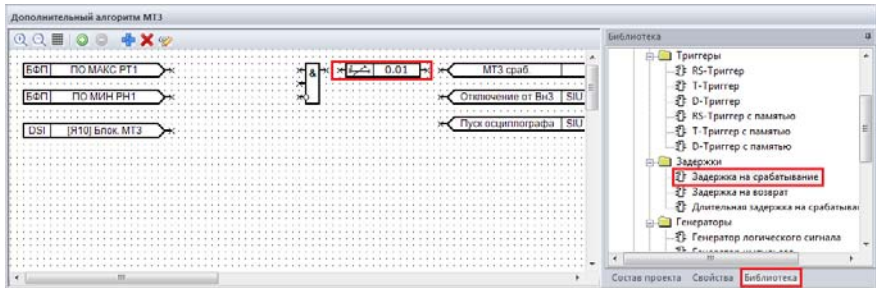

Рис. 20. Выбор элемента «Задержка на срабатывание»
18. Добавить на схему выдержку времени. Для этого во вкладке «Библиотека» в папке «Задержки» выбрать элемент «Задержка на срабатывание» и установить его в рабочем поле (рис. 20).